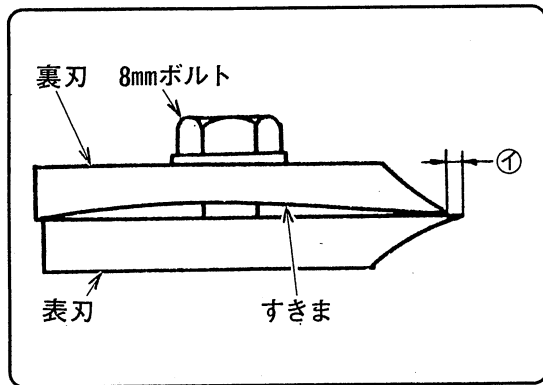
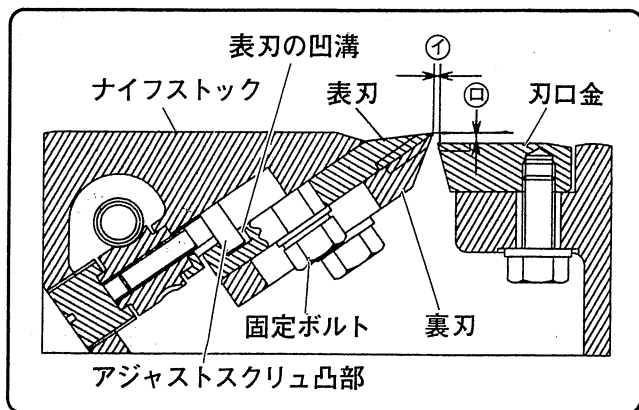

図 22
図 27
(1) 木材の用途（柱および板など）に合わせて表刃の刃先が裏刃の刃先から①寸法が出るように調整してから5個の8mmボルトを付属の13mmボックスパナで締付けます。(図22)
① 寸法 柱……………0.4~0.5mm
(2) 表刃と裏刃の合わせ面は図22のようにすきまがあり、刃先の部分が開かないようになっています。締めすぎると刃先の部分が開き、木材の切削面に逆目ができることがありますのでご注意ください。
(1) 図22のように組立てしたかな刃（表刃・裏刃）の表刃凹溝（図27参照）をアジャストスクリューの凸部（図27参照）に入れ、ナイフストックに取付けます。